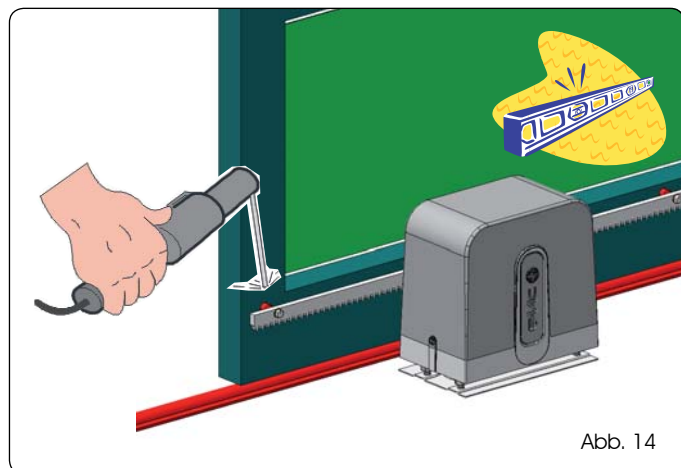

Abb. 14
3. Das erste Stück der Zahnstange waagrecht auf dem Ritzel ablegen und den Gewindesperrzahn am Tor festschweißen, wie in Abb. 14 angegeben.